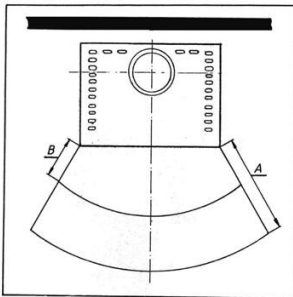

Bild 4
Im Sichtbereich (Strahlungsbereich) des Feuers muss zu brennbaren Bauteilen, Möbel oder auch z.B. zu Dekostoffen ein Abstand von mindestens **80 cm** (A), gemessen ab Vorderkante Feuerraumöffnung eingehalten werden. Der Sicherheitsabstand reduziert sich auf **40 cm** (B), wenn ein belüfteter Strahlungsschutz vor das zu schützende Bauteil montiert wird (Beispiel siehe Abb. 4)